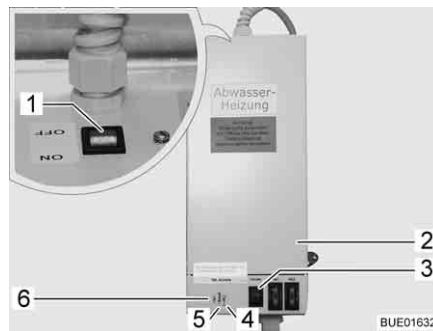

Bild 142 Transformator med regulator
Transformatorn 230 V AC/12 V DC (Bild 142,2) är beroende på modell monterad i klädskaftet eller i den främre bänken på sittgruppen.
- Kontrollampan (Bild 142,5) lyser grönt: Regleringen aktiv
- Kontrollamporna (Bild 142,4 och 6) lyser rött: Avloppsledningarna värms upp
I huset sitter en återfjädrande kontrollknapp (Bild 142,3) med vilken regulatorn kan tas i drift under en kort tid. Genom att trycka på den återfjädrande kontrollknappen låter sig uppvärmningen testas, även när omgivningstemperaturen ligger över 5 °C.
- Ställ brytaren (Bild 142,1) på transformatorn (Bild 142,2) på "ON".
- Ställ brytaren (Bild 142,1) på transformatorn (Bild 142,2) på "OFF".